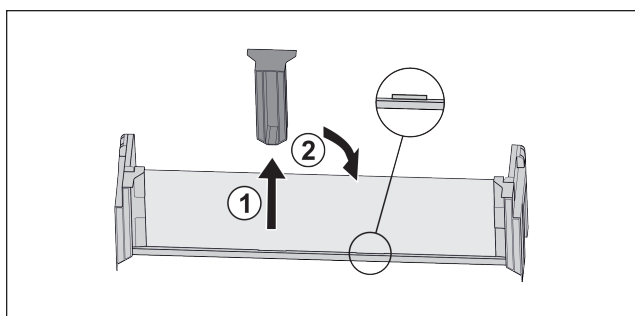

Fig. 18\*
- Middelste vasthoudeel lostrekken Fig. 18 (1).\*
- Middelste vasthoudeel in tweede positie inzetten Fig. 18 (2).\*